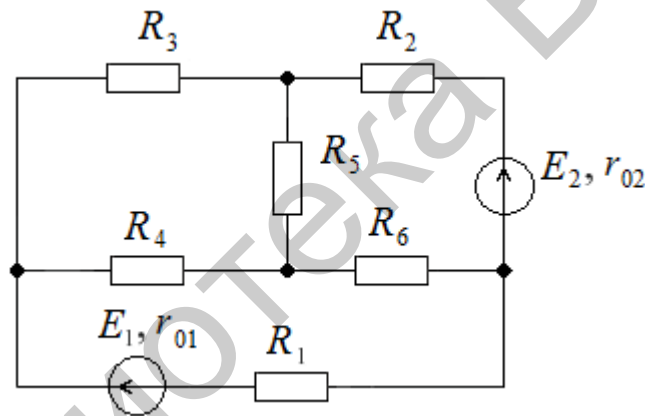

Рис. 125
58. Методом узловых потенциалов определить токи в электрической цепи (рис. 125), если $E_1 = 40 \text{ В}$; $E_2 = 30 \text{ В}$; $R_1 = 49 \text{ Ом}$; $R_2 = 23 \text{ Ом}$; $R_3 = 45 \text{ Ом}$; $R_4 = 35 \text{ Ом}$; $R_5 = 60 \text{ Ом}$; $R_6 = 15 \text{ Ом}$; $r_{01} = 1 \text{ Ом}$; $r_{02} = 2 \text{ Ом}$.